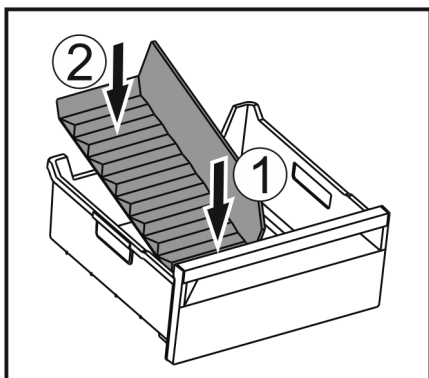

Fig. 141
- ▶ Установите переднюю часть разделителя отделения для льда. Fig. 141 (1)
- ▶ Опустите заднюю часть разделителя отделения для льда на дно выдвижного ящика. Fig. 141 (2)